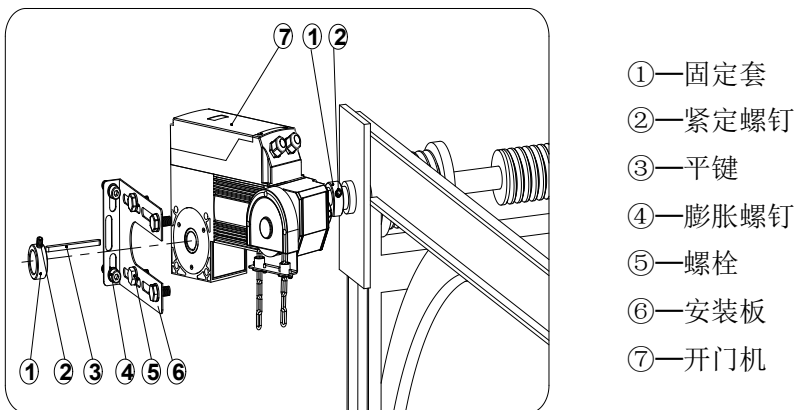

图 5
预先在门轴内装入一只固定套①，并上紧固定套上的紧定螺钉②。将开门机⑦重新装入门轴上。把安装板⑥用四个螺栓⑤固定在开门机上，并调节安装板的高低、左右位置，对准膨胀管，上紧膨胀螺钉④，同时紧固四个螺栓⑥把开门机固定（如图5）。